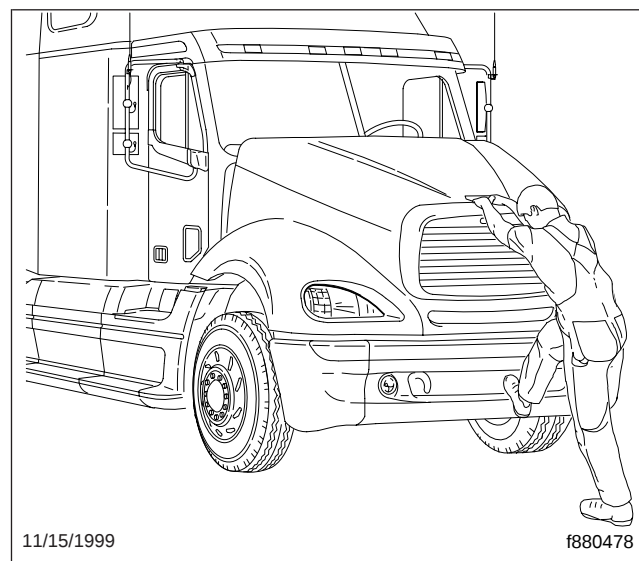

Figura 3.7, Inclinación del capó
3. Utilizando el peldaño del parachoques y la agarradera, incline lentamente el capó hasta que las correas lo detengan. Vea la Figura 3.7.